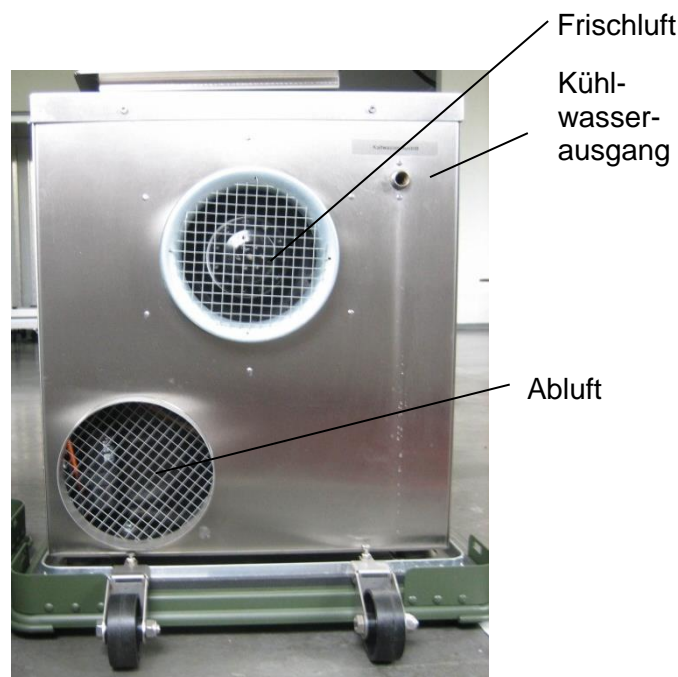

Abb. 3: Umlaufkühler Rückseite
- ◆ Schließen Sie einen Metallgewebeslauch 1/2“ am Kühlwasserausgang (Abb. 3:) des Umlaufkühlers an. Lose Dichtungen beachten.